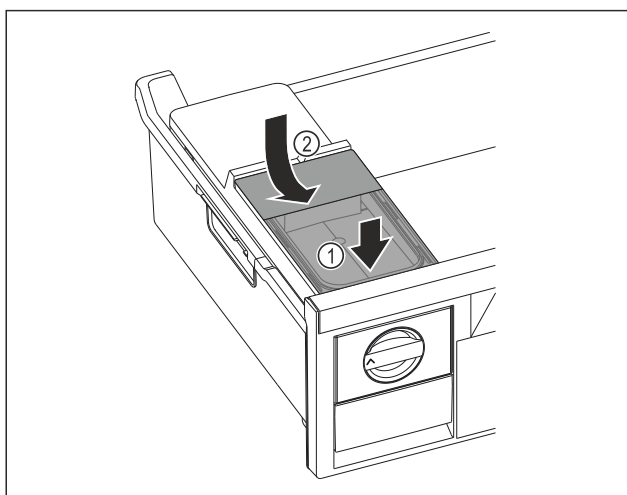

Fig. 111
- ▶ Установите бак для воды спереди. Fig. 111 (1)
- ▶ Опустить бак для воды сзади. Fig. 111 (2)